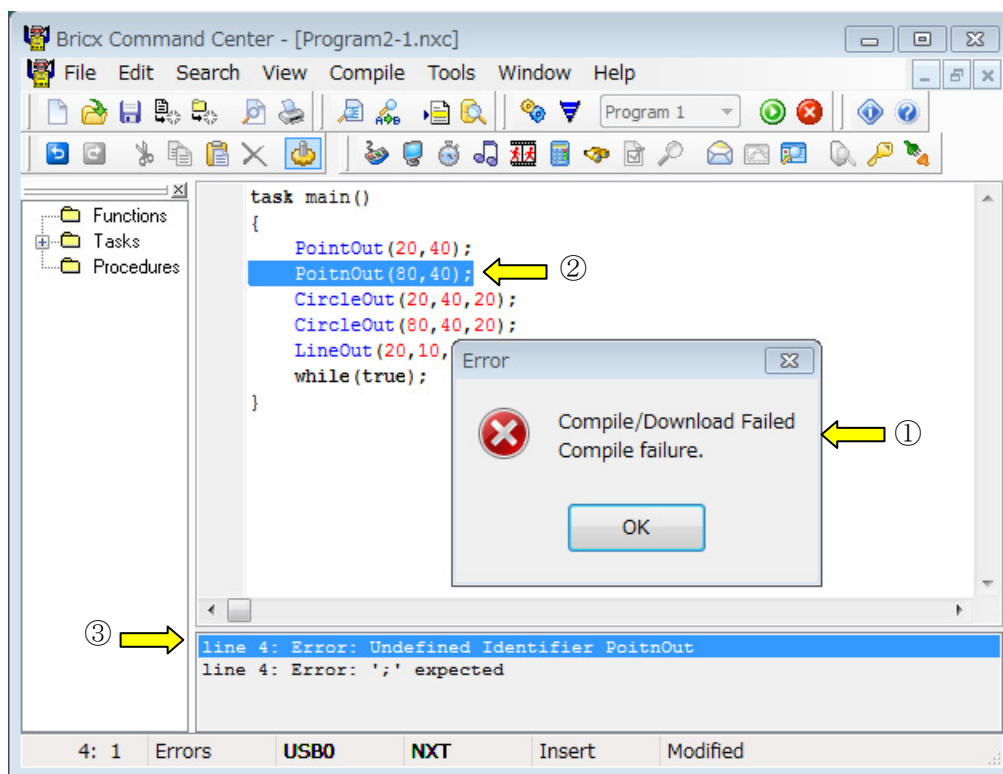

図 2-15 コンパイル中にエラーが発生
コンパイルを実行したときに、図 2-15 に示すような「Error (エラー)」メッセージが表示されるとプログラムの中に間違いがあります。この間違いのことを「エラー」といいます。コンパイルを行うと、ウインドウの中央に小ウインドウ (①) が開き、間違いの原因となる行の文字列が青く指定されます。また、ウインドウの下に表示される青い行の文字列は、エラーの原因を解説してくれています。